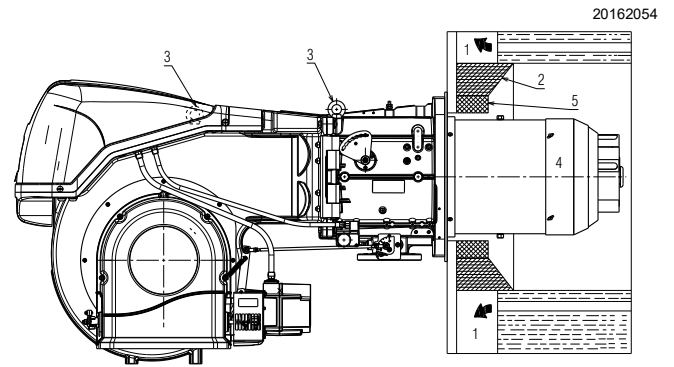

Abb. 15
Für Heizkessel mit vorderem Abgasumlauf 1)(Abb. 15) oder mit Flammenumkehrkammer muss eine Schutzschicht aus feuerfestem Material 5), zwischen feuerfestem Material des Kessels 2) und Flammrohr 4) ausgeführt werden.
Für Heizkessel mit wassergekühlter Frontseite ist die Verkleidung mit feuerfestem Material 2)-5)(Abb. 15) nicht notwendig, sofern dies nicht ausdrücklich vom Kesselhersteller verlangt wird.
Durch Einhaken an den Ringen 3)(Abb. 15) ein entsprechendes Hebesystem vorbereiten.
- Den beige packten Hitzeschutz am Brennerrohr 4)(Abb. 15) einpassen.